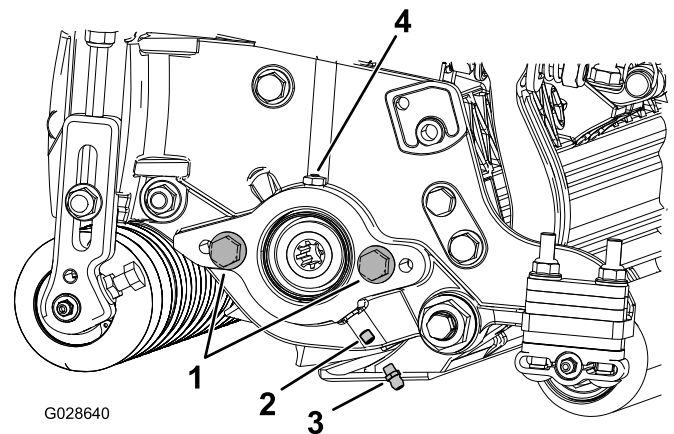

Bild 6
1. Entfernen Sie die Stellschraube an der Spindelmotor-Seitenplatte und werfen sie weg (Bild 6).
2. Bringen Sie den geraden Schmiernippel an (Bild 6).
3. Wenn die Spindelmotor-Seitenplatte keine Kopfschrauben hat, befestigen Sie sie (Bild 6).
5. Montieren Sie den Spindelmotor und fetten Sie die Seitenplatte ein, bis überschüssiges Fett aus der Fettöffnung austritt (Bild 6).